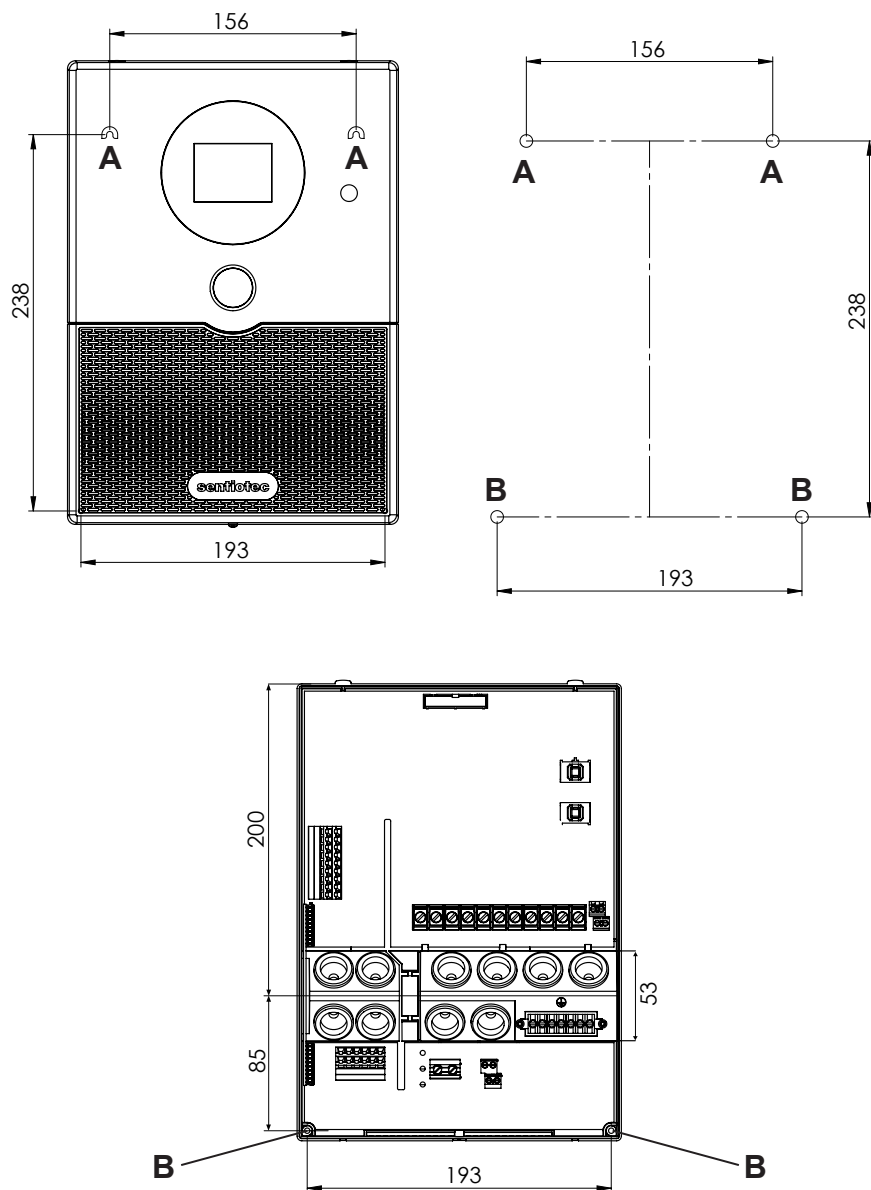

Abb.1 Position der Aufhängevorrichtung und der Montageöffnungen (Maße in mm)
1. Drehen Sie zwei Spanplattenschrauben (3 x 25 mm) in ca. 1,70 m Höhe bis zu einem Abstand von 7 mm in die Saunawand ein. Die beiden Schrauben müssen einen Abstand von 156 mm zueinander haben (siehe **Abb.1**).
4. Hängen Sie die Saunasteuerung mit Hilfe der Aufhängevorrichtung **A** auf die montierten Kreuzschlitzschrauben (siehe **Abb.1**).
5. Drehen Sie zwei Spanplattenschrauben (3 x 25 mm) in die unteren Befestigungsöffnungen **B** ein (siehe **Abb.1**).